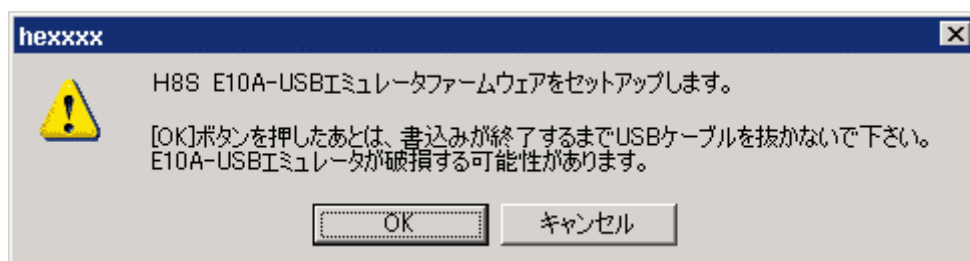
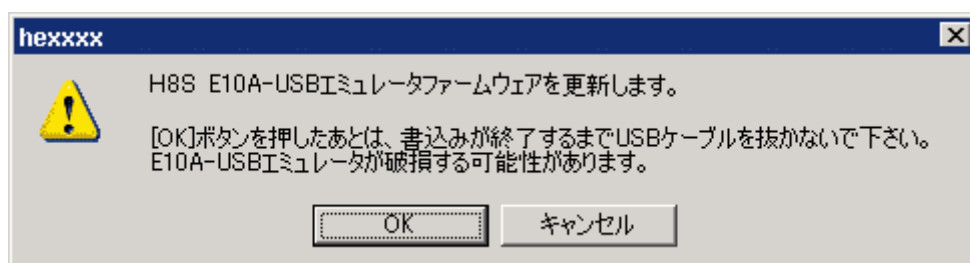

図 3.37 [エミュレータファームウェアセットアップ確認]ダイアログボックス
図 3.38 [H8S エミュレータファームウェア更新確認]ダイアログボックス
- (8) 製品グループがインストールされていない新規購入時または、H8SまたはH8SXのライセンスがE10A-USBエミュレータ本体にインストールされている状態で、異なるデバイスグループのエミュレータファームウェアがセットアップされていた場合は図3.37、E10A-USBエミュレータ本体にセットアップされているエミュレータファームウェアのバージョンが古い場合は図3.38に示す確認ダイアログボックスが表示されます。